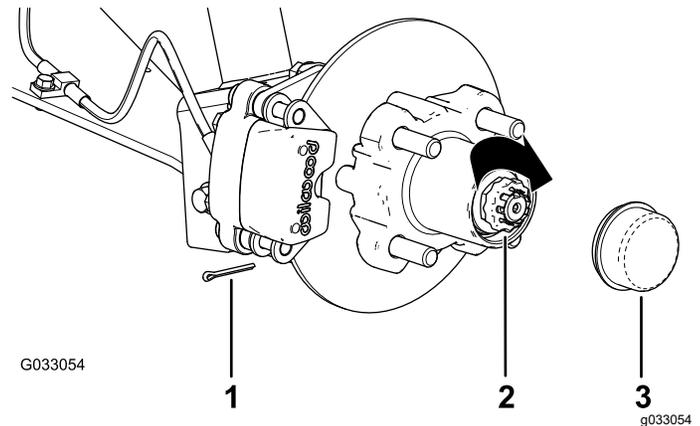

Рисунок 30
- Установите держатель поверх гайки и проверьте совмещение паза в держателе с отверстием в оси под шплинт (Рисунок 30).
- Установите шплинт и загните обе лапки вокруг держателя (Рисунок 30).
- Установите пылезащитную крышку на ступицу (Рисунок 30).